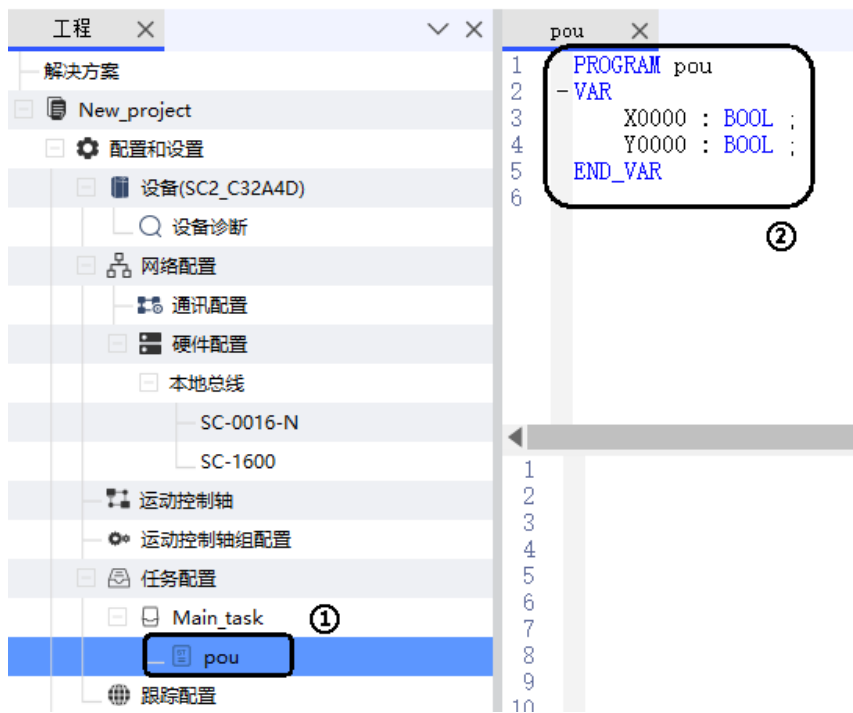

图 6.7 建立输入、输出变量 X000、Y000
① 在设备树中，鼠标左键选择“POU(PRG)”进入编程页面新建变量，如图 6.7 所示：